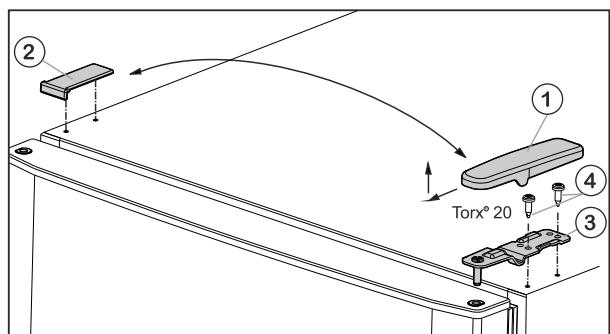

Fig. 5
- ▶ Потяните крышку Fig. 5 (1) вперед и вверх.
- ▶ Снимите крышку Fig. 5 (2).
- ▶ Открутите верхний опорный кронштейн Fig. 5 (3) (2 шт. Torx® 20) Fig. 5 (4) и вытяните вверх.
- Установите верхнюю дверцу на средний опорный кронштейн (13).
- Установите верхний опорный кронштейн Fig. 5 (3) на новой стороне шарнира и защелкните в дверце.
- Привинтите верхний опорный кронштейн **(с моментом 4 Нм)** (2 шт. Torx® 20) Fig. 5 (4). При необходимости используйте аккумуляторный шуруповерт.
- Наденьте и защелкните крышку Fig. 5 (1) на противоположной стороне снаружи.
- Также наденьте сверху и защелкните крышку Fig. 5 (2) на противоположной стороне.